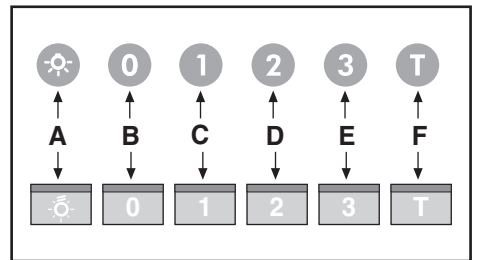

Fig.10
• Органы управления светящиеся (Рис.10):